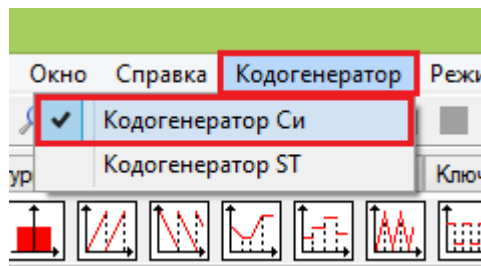
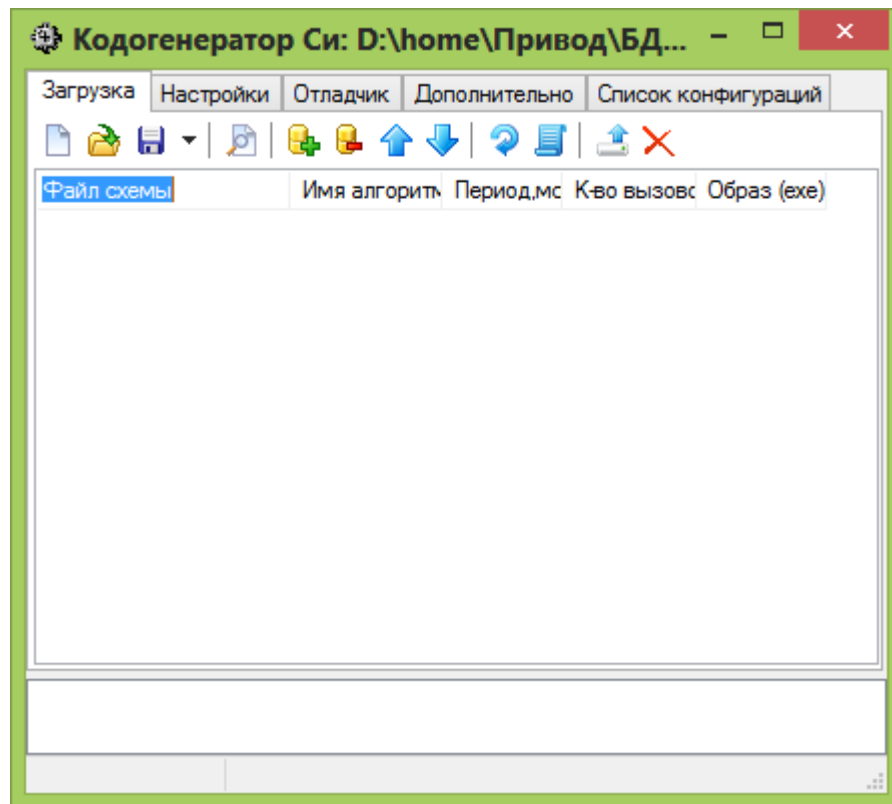

Рисунок 3. Выбор кодогенератора в меню «Кодогенератор» главного окна программы
Рисунок 4. Окно кодогенератора
1. В главном окне программы войдите в меню **Кодогенератор**, в котором выберите пункт **Кодогенератор СИ** (*Рисунок 3. Выбор кодогенератора в меню «Кодогенератор» главного окна программы* на странице 5). В результате перед вами появится окно кодогенератора (*Рисунок 4. Окно кодогенератора* на странице 6).